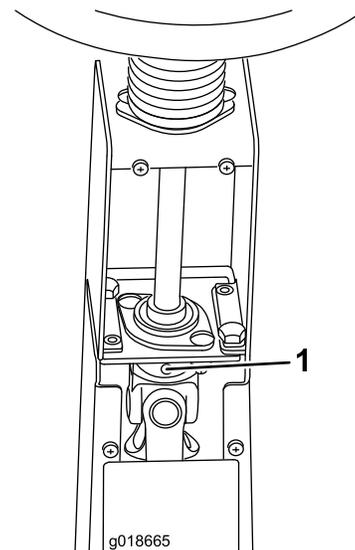

Figura 11
- Cojinetes de la junta de cardán de la dirección (Figura 11).